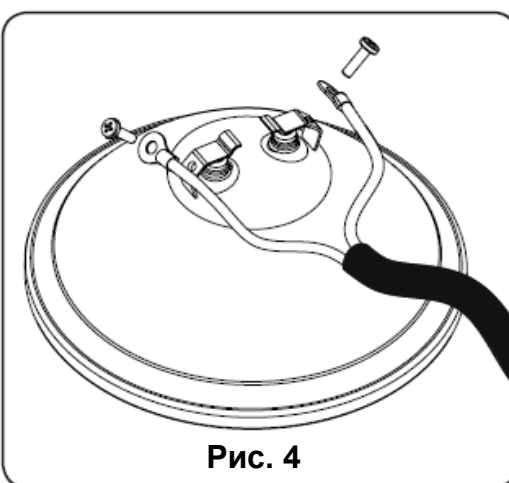

Рис. 4
4. Ослабьте два винта, которые электрически подсоединяют лампу накаливания PAR56 (Рис. 4).